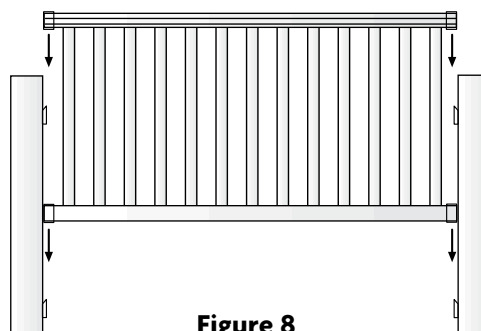

Figure 8
13. Ensuite, laisser descendre la section de rampe jusqu'à ce que tous les supports s'enclenchent dans les pièces en queue d'aronde (Figure 8).